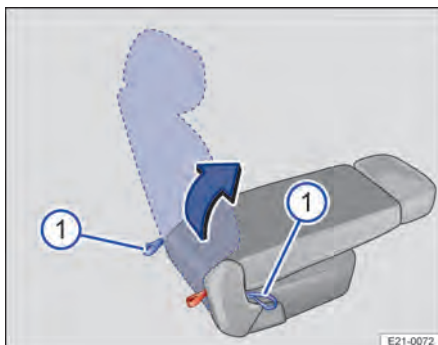

Abb. 69 Zweite Sitzreihe: Sitzlehne vor- und zurückklappen.
4. Eine der Zugschlaufen → Abb. 69 ① hinter dem Sitz nach hinten oder seitlich am Sitz nach vorne ziehen und halten. Die Sitzlehne ein Stück vorklappen und die Zugschlaufe loslassen.
1. Eine der Zugschlaufen hinter dem Sitz nach hinten oder seitlich am Sitz nach vorne ziehen und halten → Abb. 69 ①. Die Sitzlehne ein Stück hochklappen und die Zugschlaufe loslassen.